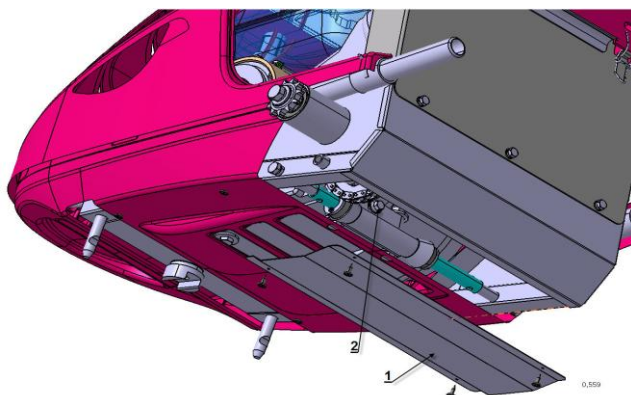

Рис.10
7.9.2 Отвинтить саморезы крепления и снять пластину защиты моторной цепи в нижней части мотоблока 1 (Рис.10).
- 7.9.3 Вывернуть сливную пробку на заднем торце опорной плиты двигателя 2 (Рис.10). Масло сливается самотеком. После слива масла пробку завинтить.